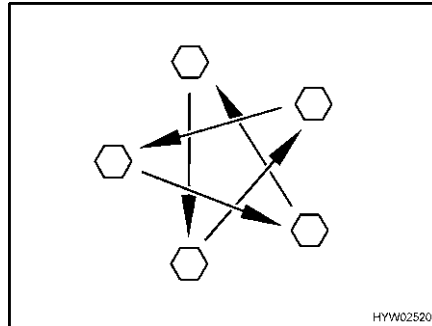

Bild 210 Radmuttern oder Radschrauben über Kreuz anziehen
- Radmuttern oder Radschrauben regelmäßig auf festen Sitz prüfen. Radmuttern oder Radschrauben eines ausgewechselten Rades nach 50 km über Kreuz nachziehen (Bild 210). Anziehdrehmoment siehe Abschnitt 13.5.2.
- ▷ Radmuttern oder Radschrauben über Kreuz anziehen (Bild 210).